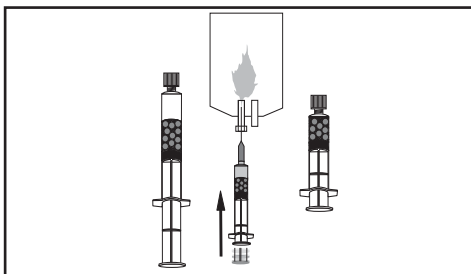

Figura 16.
- 5.5 Inserire l'ago in un contenitore per rifiuti ed espellere il supernatante in eccesso fino a quando nella siringa di rilascio da 20 ml ne rimane una piccola quantità (>1 ml). Non comprimere le microsfere lasciando un sottile strato di supernatante che copra le microsfere (Figura 16).